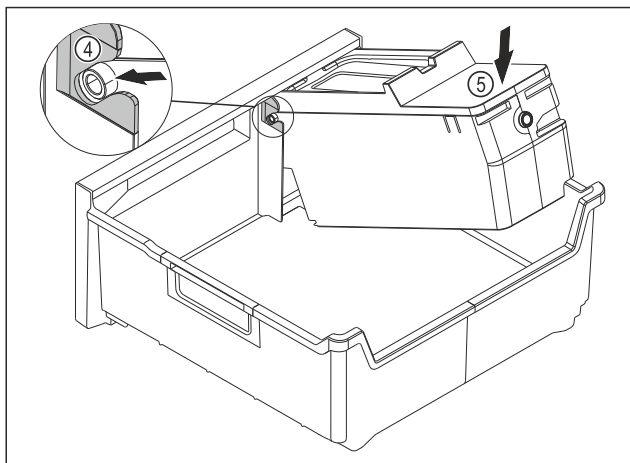

Fig. 110
- Montera EasyTwist-Ice-enheten: Skjut in axlarna på EasyTwist-Ice-enheten i styrningarna Fig. 110 (4).
- Tryck EasyTwist-Ice-enheten Fig. 110 (5) baktill nedåt.